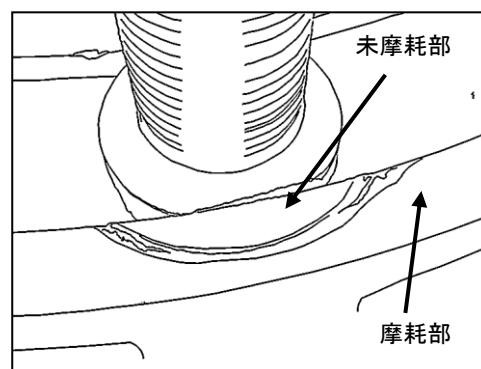

図 2 A部詳細
- 1) アクスルのスピンドル部は、図2に示す箇所の亀裂、損傷がないかを点検する。